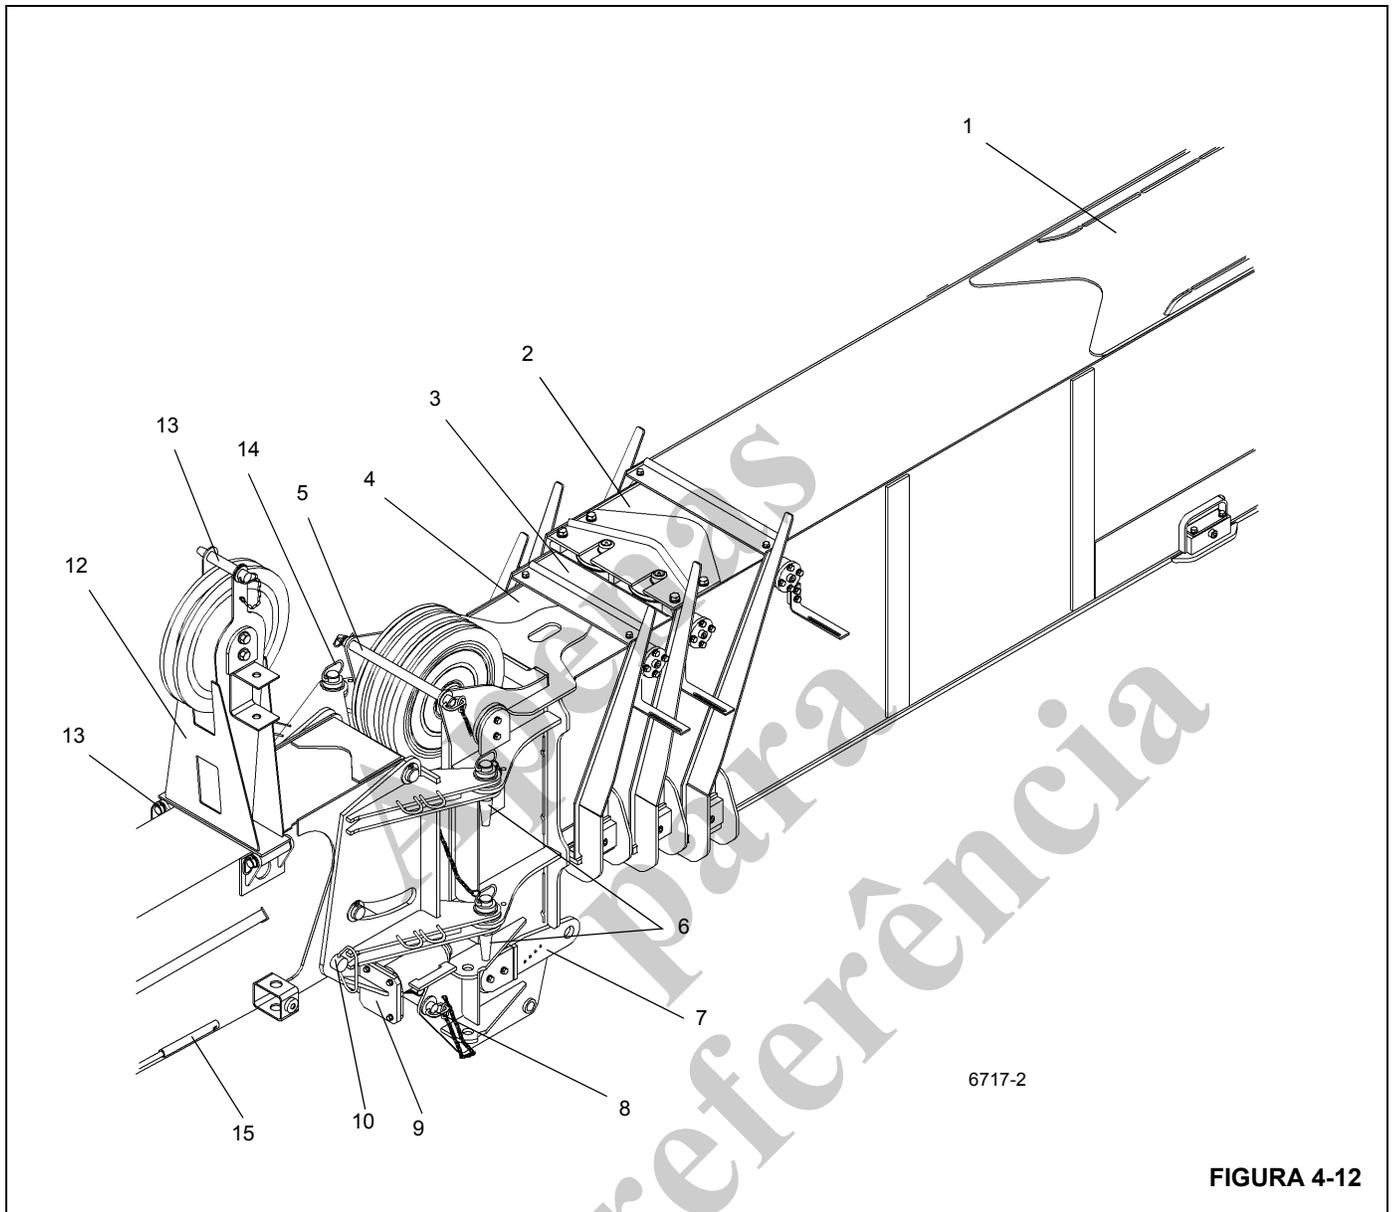

FIGURA 4-12
10. Estenda o macaco de alinhamento da extensão da lança (Figura 4-12) até que o pino de fixação do lado esquerdo da lança fique solto. Remova o pino do grampo e o pino de fixação da extensão da lança lateral esquerda inferior.